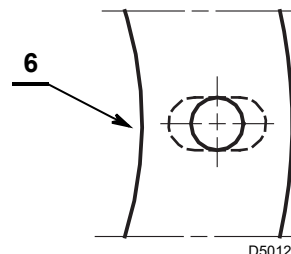
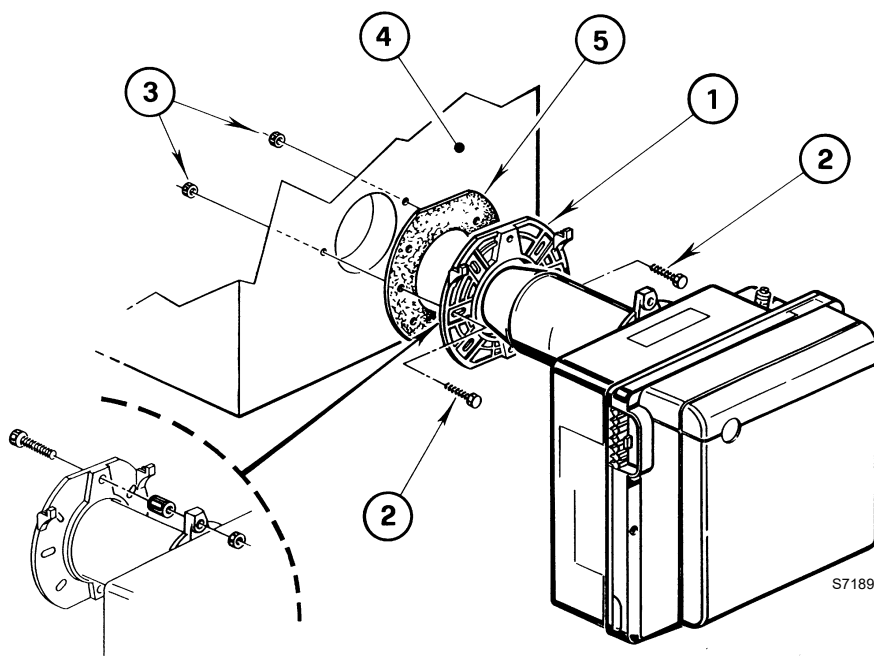

Fig. 7
Fig. 8
- Colocar en la brida 1)(Fig. 8), el tornillo y las dos tuercas 3)(Fig. 8).
- Agrandar, si es necesario, los orificios 6)(Fig. 7) de la junta aislante 5)(Fig. 8).
- Fijar en la puerta de la caldera 4)(Fig. 8) la brida 1) con los tornillos 2) y (si es necesario) las tuercas 3) interponiendo la junta aislante 5)(Fig. 8).